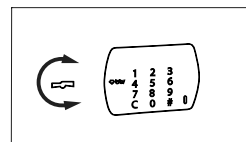

Fig. 3
- Si la combinación es correcta, se iluminará la luz verde; entonces usted dispondrá de 5 segundos para girar la llave, mientras dicha luz permanece encendida. (Fig. 3)